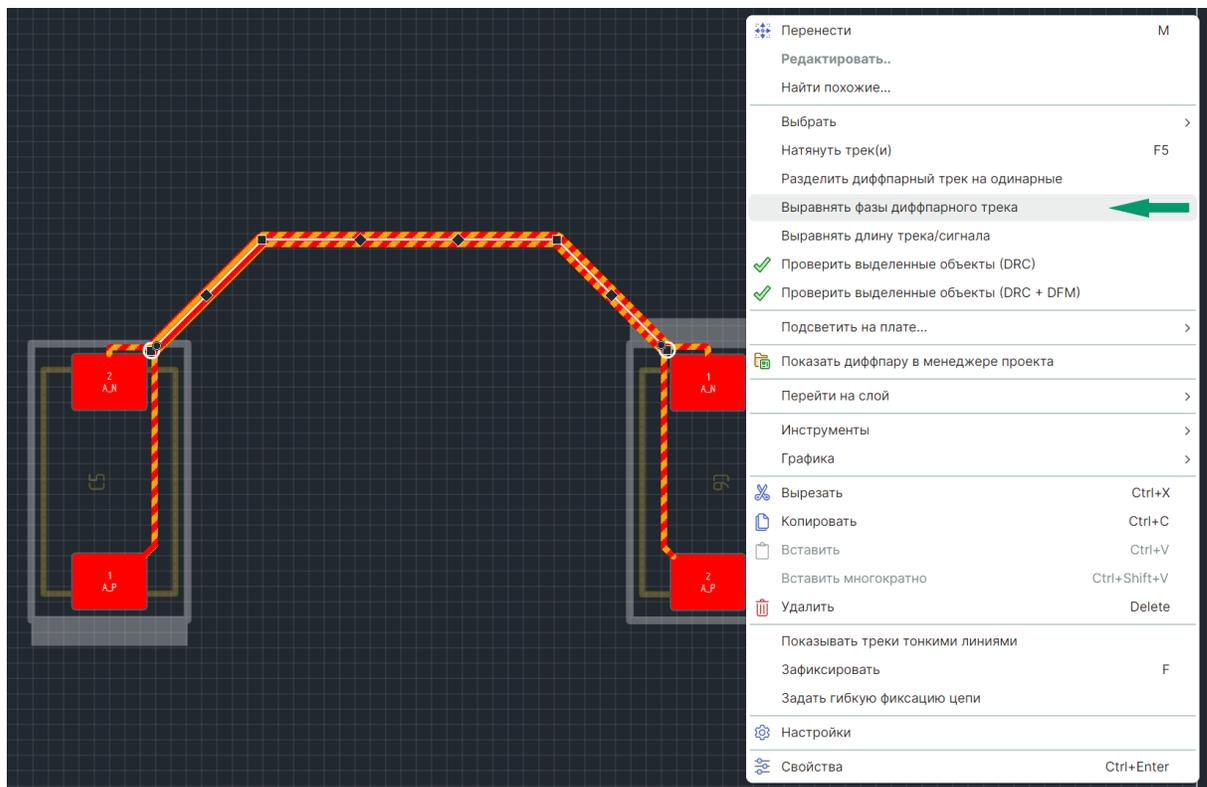

Рис. 388 Выравнивание фаз диффпары
2. Из контекстного меню выберите пункт «Выровнять фазы диффпарного трека», см. Рис. 388.